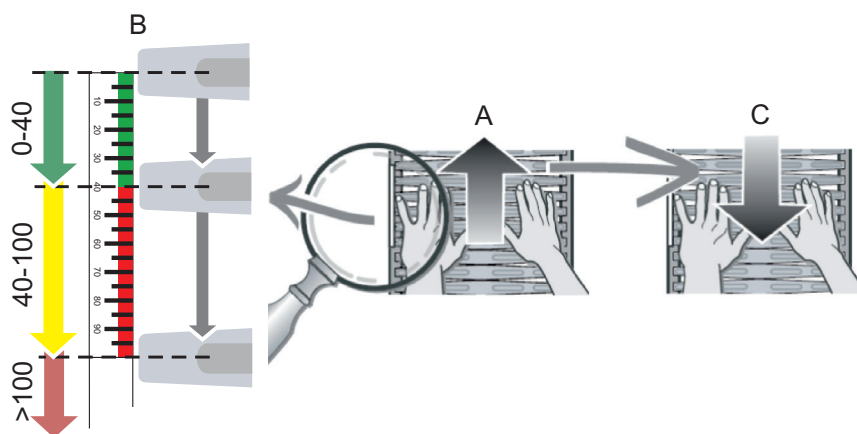

Figure 36 Contrôle de distance si la longueur est trop importante
- Déplacez la chaîne avec l'autocollant avec une échelle, à l'extrémité inférieure de l'élévateur spiralé. L'échelle comporte une zone rouge et une zone verte ; reportez-vous à la Fig. 36.
- Comprimez la courroie de transport comme sur l'illustration A de la Fig. 36.
- Prenez l'une des plaquettes comme point de référence, comme sur l'illustration B de la Fig. 36.
- Étirez la courroie de transport comme sur l'illustration C de la Fig. 36.
Si l'étirement de la chaîne dépasse la limite de 100 mm, comme sur la Fig. 36, celle-ci doit être raccourcie. L'idéal consiste à raccourcir la chaîne au niveau de son extrémité inférieure. FlexLink fournit un tendeur de chaîne avec la machine afin de vous aider à effectuer cette procédure.